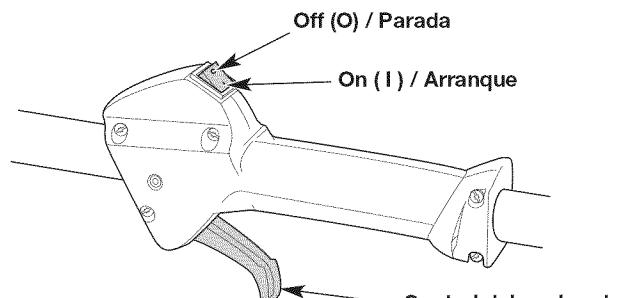
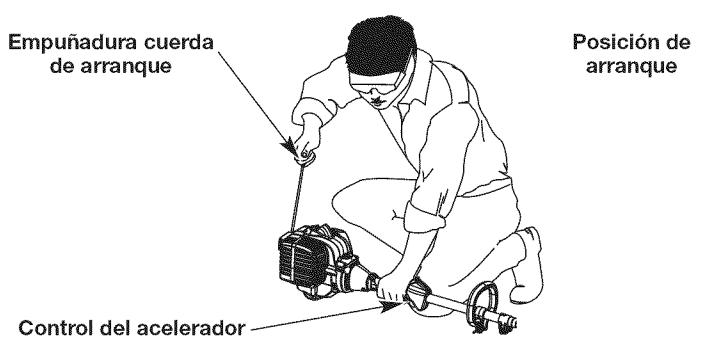

Fig. 9
Fig. 12
ADVERTENCIA: Se debe evitar arrancar accidentalmente la unidad. A fin de evitar que se produzcan lesiones graves, el operador y la unidad deben estar en una posición estable cuando se jala la cuerda de arranque (Fig. 12).
NOTA: No es necesario encender la unidad. El interruptor de encendido/apagado está en la posición ON (I) (encendido) en todo momento (Fig. 9).
5. Agacharse en la posición de arranque (Fig. 12).
6. Apriete el control del acelerador (Fig. 9) y tire de la cuerda de arranque con un movimiento controlado y firme **5 veces** (Fig. 12).
2. Oprima y mantenga apretado el interruptor de encendido/apagado en la posición OFF (O) (apagado) hasta que el motor se pare por completo (Fig. 9).
7. Apriete y mantenga oprimido el control del acelerador (Fig. 9). Ponga en marcha el accesorio Speed Start™ durante 2 segundos.